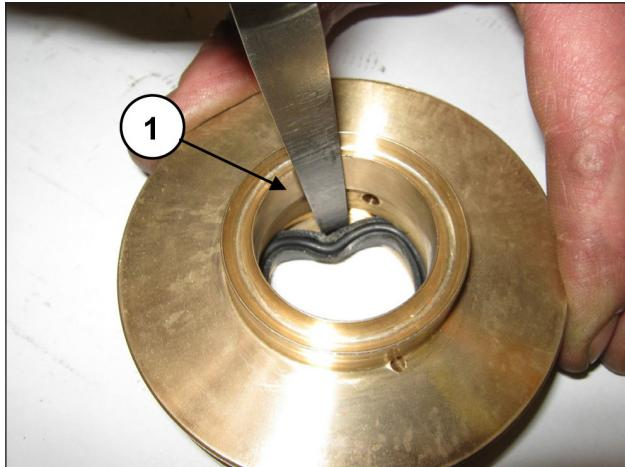

Fig. 176
Pour déposer le joint basse pression, utiliser une jauge d'épaisseur ou un outil qui n'endommage pas le siège du support des joints (rep. ①, Fig. 176).